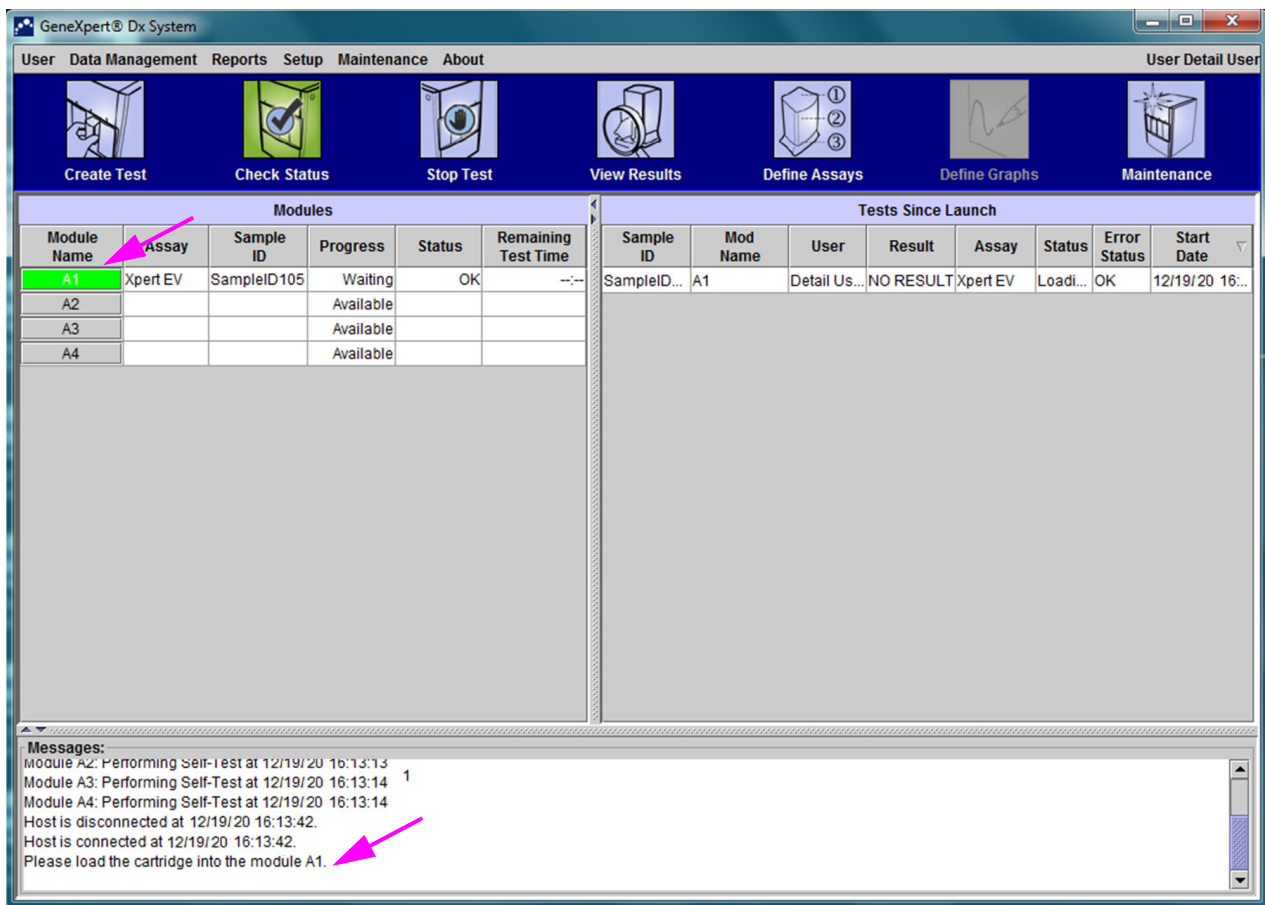

Figura 5-116. Ecranul de pornire GeneXpert, indicând mesajul de încărcare a cartușului
- În secțiunea **Tabel comandă test gazdă (Host Test Order Table)**, (consultați Figura 5-115), verificați comanda. Introduceți informații sau note suplimentare, dacă este necesar, apoi selectați butonul **Începere test (Start Test)**. Apare ecranul de pornire GeneXpert, afișând un mesaj pentru încărcarea cartușului în modul, care este evidențiat cu verde. Consultați Figura 5-116.